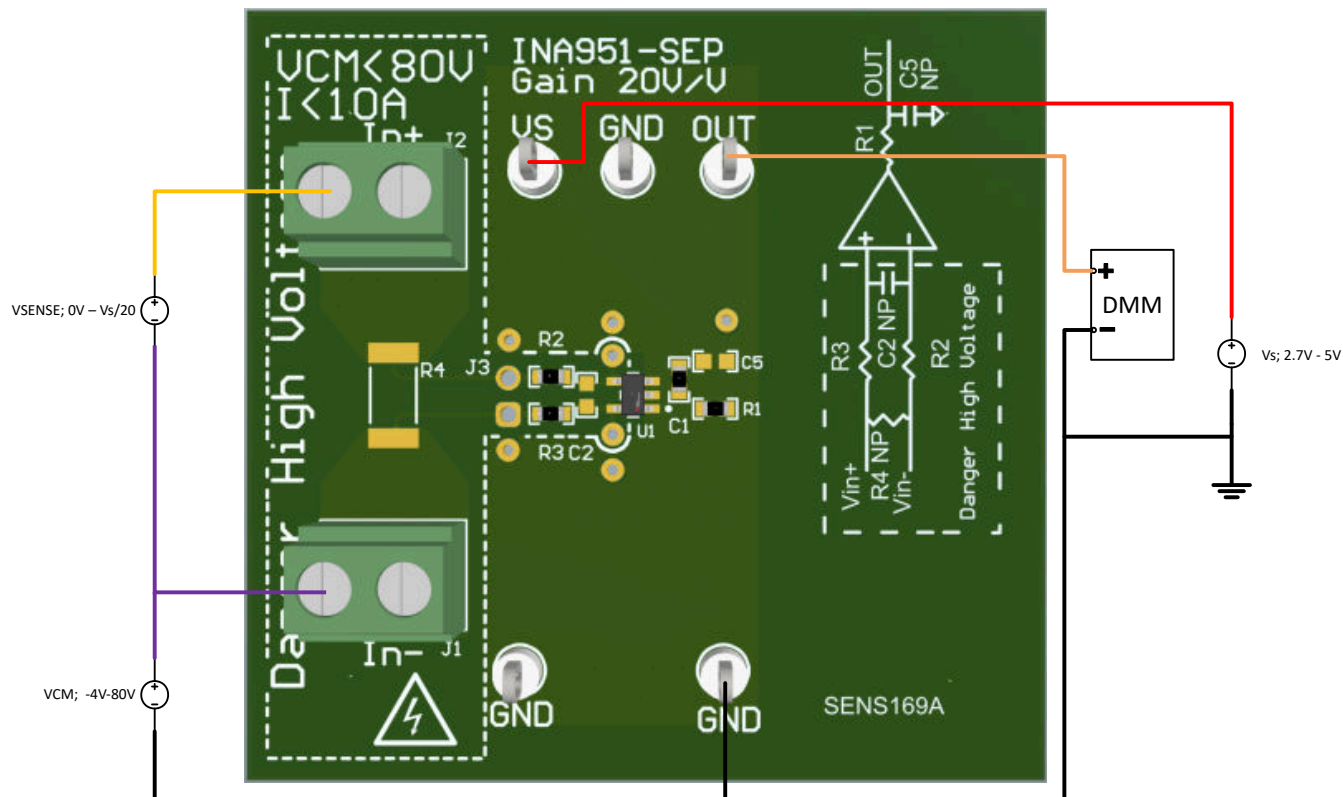

图 4-1. 无分流电阻连接
3. 如果差分电压电源是浮动电源, 则将 -4V 至 80V 共模电压连接到输入端。将外部电压源的正极引线连接到 In- (J1) 连接器, 并将接地引线连接到 GND 测试点。此设置可有效改变输入引脚的绝对共模电压, 同时保持差分电压不变 (请参阅图 4-1)